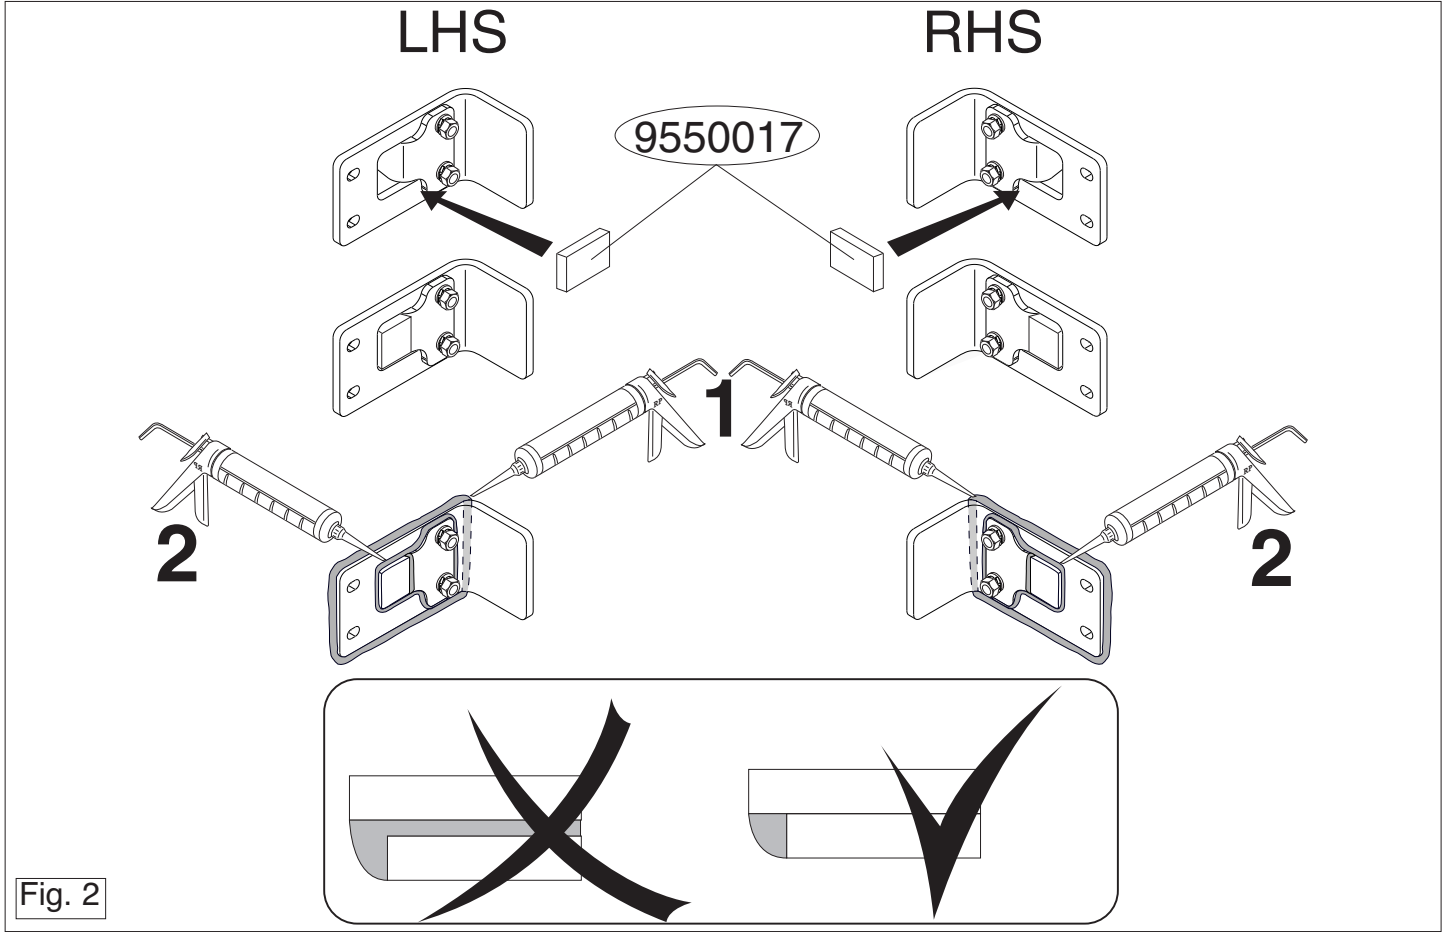

Fig. 2
10. Colocar ambos bloques de espuma PE para tapar y sellar con pegamento las partes indicadas (véase la fig. 2).
10. Usare i due blocchi di polistirolo espanso come isolante e fissarli applicando un collante sulle superfici indicate (vedi fig. 2).
10. Umieścić obydwa klocki styropianowe jako uszczelnienie i wypełnić kitem wskazane części (patrz rys. 2).